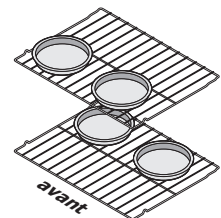

Figure 29 : Espacement des plats
- Lorsque vous utilisez une seule grille, placez cette dernière au centre du four. Lorsque vous cuisinez avec deux grilles de four, positionnez l'ustensile de cuisson comme illustré à la Figure 29. Laissez un espace d'au moins 5 à 10 cm (2 à 4 po) entre les ustensiles de cuisson pour permettre à l'air de bien circuler.